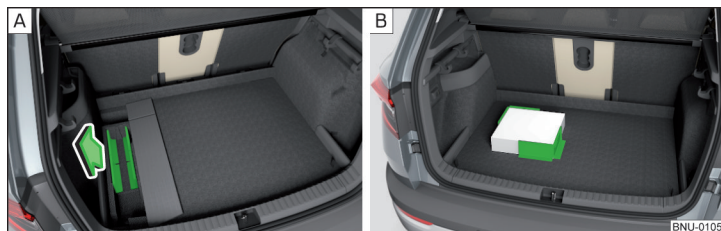

Fig. 150 Retirar los elementos de cargo / Ejemplo de fijación de la carga
- Antes del uso, retirar el elemento de cargo en el sentido de la flecha » fig. 150 - **A**.
- Fijar la carga por medio de los elementos de cargo si es posible cerca de los asientos traseros » fig. 150 - **B**.